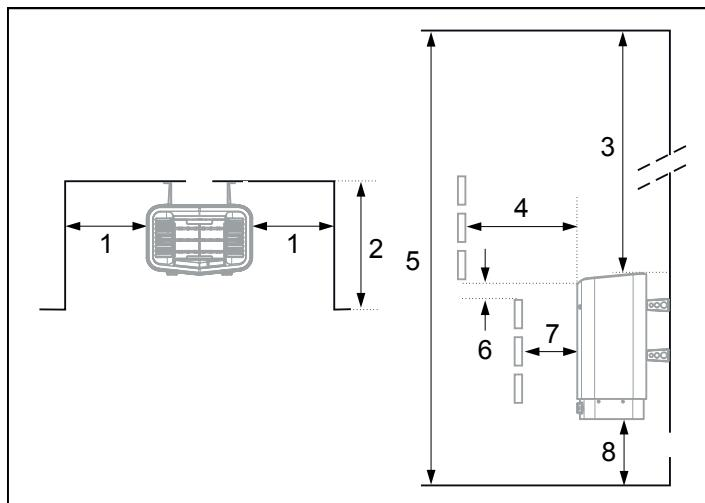

Rysunek 2: Umiejscowienie pieca do sauny – montaż standar-dowy
- W bezpiecznej odległości od podłogi, ścian bocznych i elementów wyposażenia (patrz Rysunek 2).